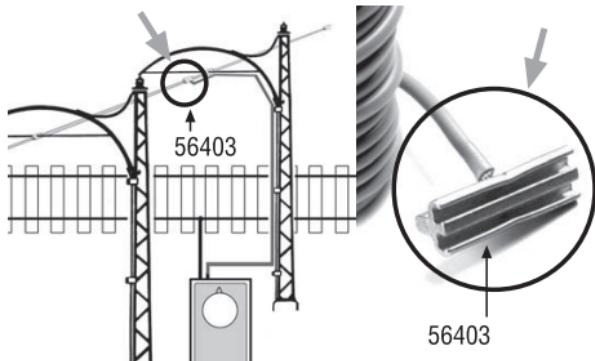

Abb. 5, Fig. 5, abf. 5
- Für jedes zu überspannende Gleis eine Halterung mit dem Loch nach unten auf das Quertragwerk schieben (Abb. 5).